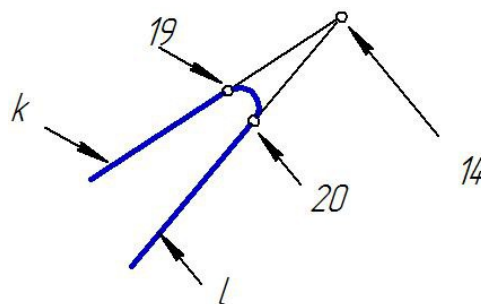

Рис. 1.42. Построение скругления острого угла
- 10. Постройте скругление острого угла в точке 14 радиусом 3 мм (рис. 1.42).